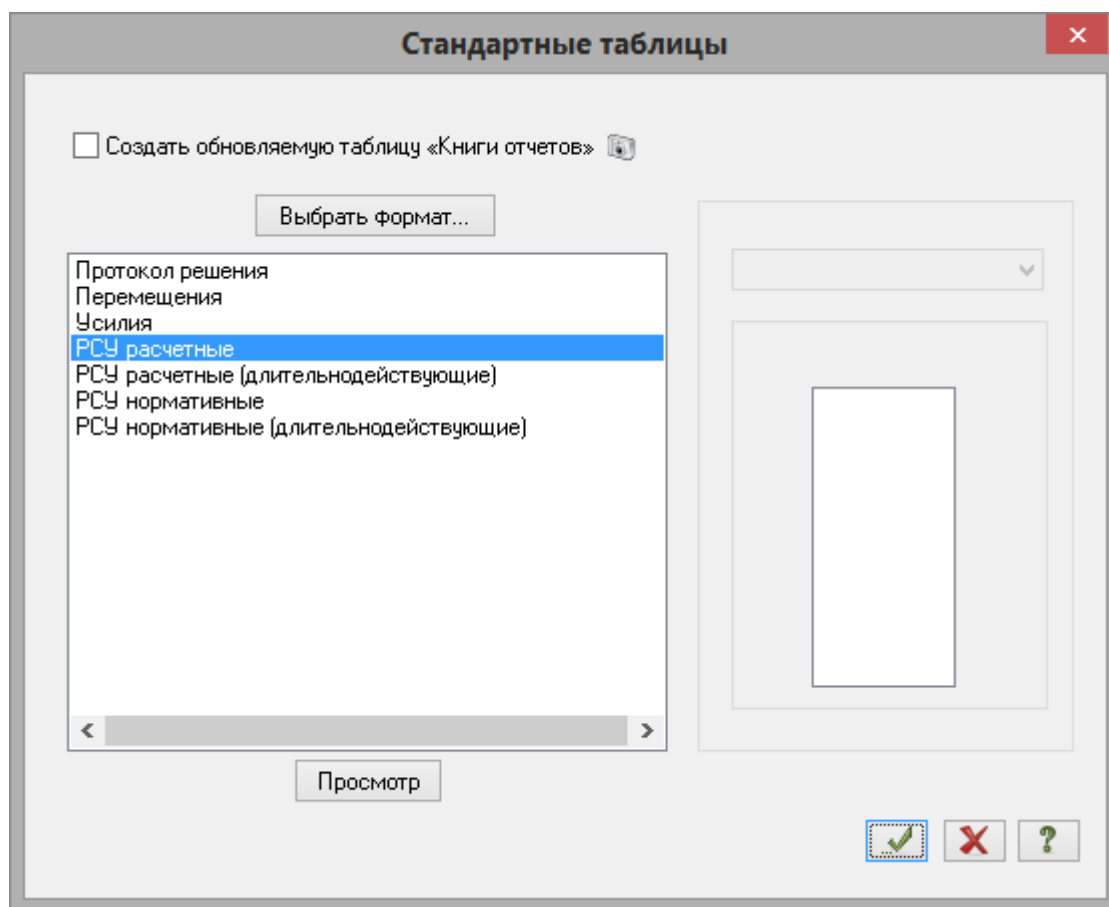

Рис.21.22. Диалоговое окно **Стандартные таблицы**
- После этого в диалоговом окне **Стандартные таблицы** (рис.21.22) выделите строку **PCY расчетные**.